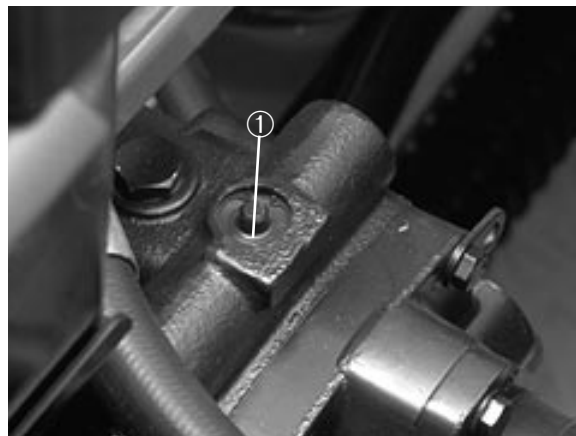

Fig. 18
1. Omløpsventilen sitter oppå den variable fortrengningspumpen (fig. 18). Drei ventilen 90° i den ene eller den andre retning slik at ventilen åpnes og oljen omløper innvendig. Fordi oljen omløper kan maskinen langsomt flyttes uten at gearkassen blir skadet.